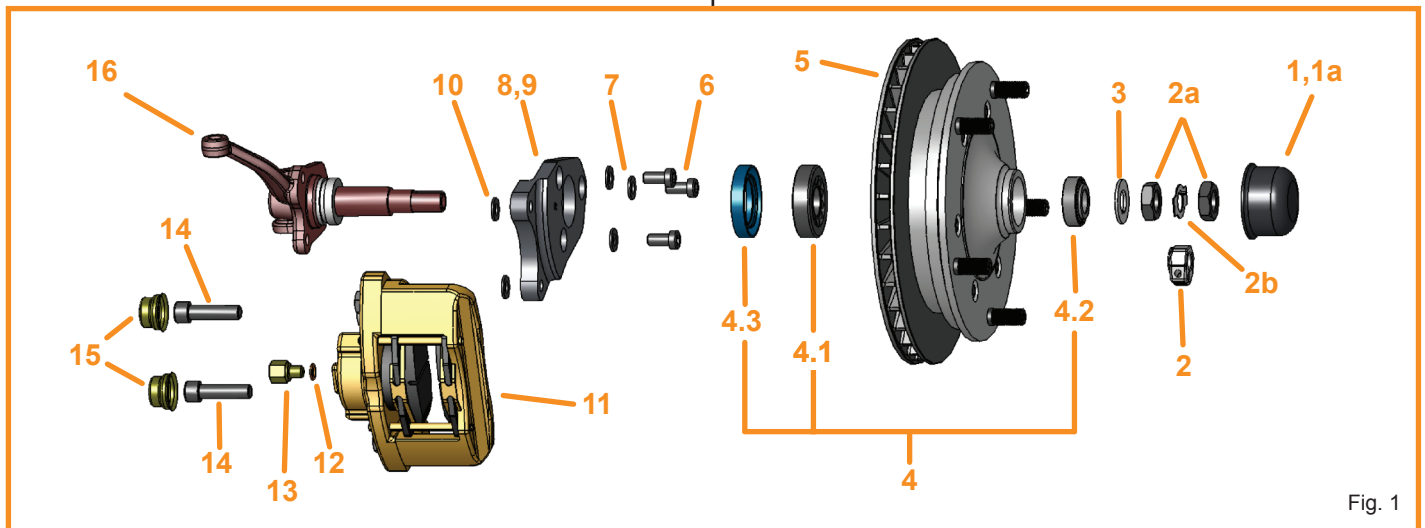

Fig. 1
- Only the adjusting nuts (Pos:2 in Fig.1) and bearing washer (Pos:3 in Fig.1) need to be used from the drum brake setup, along with your original drum brake spindles.
- Lediglich die Einstellmutter (Pos:2 in Fig.1) und Druckscheiben (Pos:3 in Fig.1) der Radlager müssen von der Trommelbremse übernommen werden.